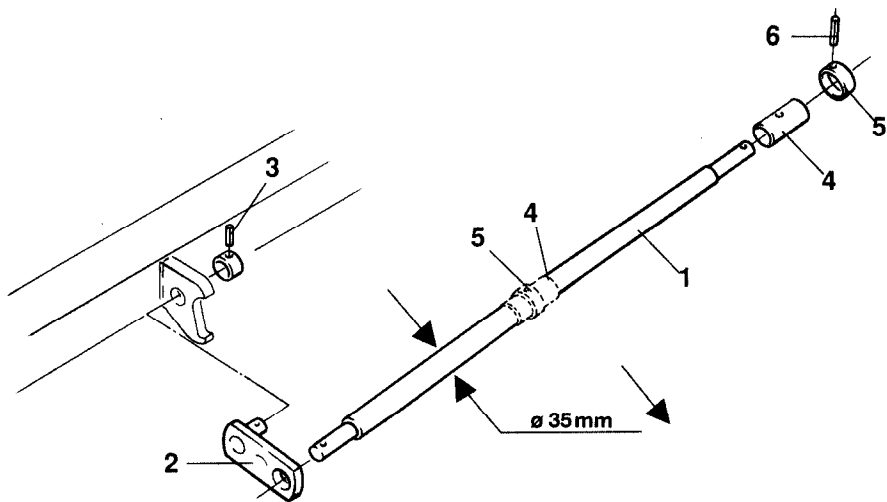

Fig. 3
Der Durchmesser der Unterlenkerstange (Fig.3/1) beträgt bei älteren Sämaschinen 35 mm, sonst 40 mm.
- Die Unterlenkerstange (D=35 mm) (Fig.3/1) demontieren. Dazu einen der Unterlenkerpendel (Fig.3/2) durch Herausschlagen des Spannstiftes (Fig.3/3) lösen.
- Rohrhülse (Fig. 3/4) und Begrenzungsbuchse (Fig.3/5) mittig auf die Unterlenkerstange schieben und mit Gewindestift M8x6 (Fig. 3/6) befestigen.